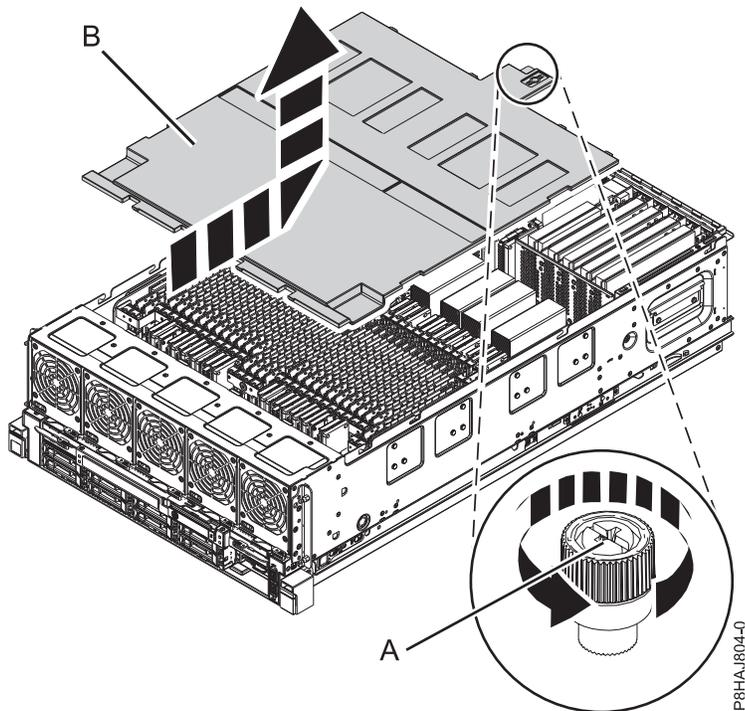

図 31. 安全カバーの取り外し
2. カバーの背面にあるつまみねじ (A) を、56 ページの図 31 に示されている方向に回転させて緩めます。
3. 安全カバー (B) をシステムの後方にスライドさせます。カバーの最前部が上部のフレーム棚を通り過ぎたら、カバーを持ち上げてシステムから外します。